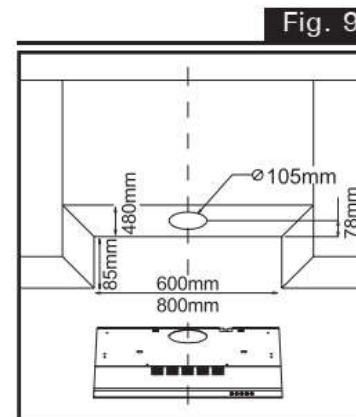

Fig. 9
- Fixação em um armário suspenso de cozinha: O armário suspenso deve ser dimensionado de acordo com as medidas indicadas (Fig. 9). Fazer um furo de 105mm de diâmetro no armário suspenso de acordo com a mesma figura antes de fixar o exaustor ao móvel. Em todo o caso, verificar a posição da tomada e ter em consideração o percurso do cabo de alimentação (pode ser necessário fazer uma abertura para o cabo de alimentação no armário suspenso).